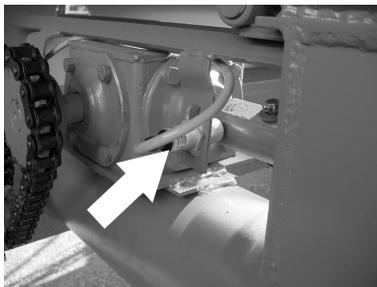

Рисунок 2.9. Датчик дозатора
**Датчик дозатора** (рис. 2.9) устанавливается вблизи вала дозатора. Управляющим элементом для включения датчика дозатора служит муфта, соединяю-